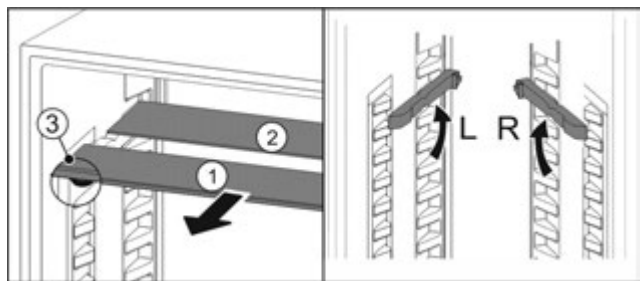

Fig. 46
- ▶ Посуньте Fig. 46 (1) скляну панель вперед.
- ▷ Скляна панель Fig. 46 (1) з декоративною планкою лежить спереду.
- ▷ Стопори Fig. 46 (3) показують вниз.